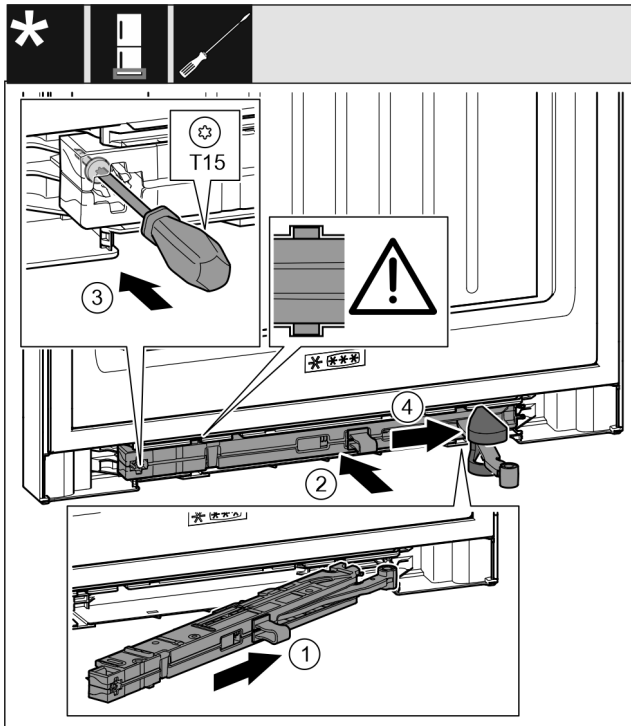

Fig. 40
- ▶ Inserire in diagonale l'unità dell'ammortizzatore di chiusura Fig. 40 (1) nel vano sul lato del blocco di supporto fino a battuta.
- ▶ Inserire completamente nel vano l'unità dell'ammortizzatore di chiusura Fig. 40 (2).
- ▶ Stringere la vite Fig. 40 (3) con un cacciavite.
- ▶ Spostare la copertura Fig. 40 (4) sul giunto.